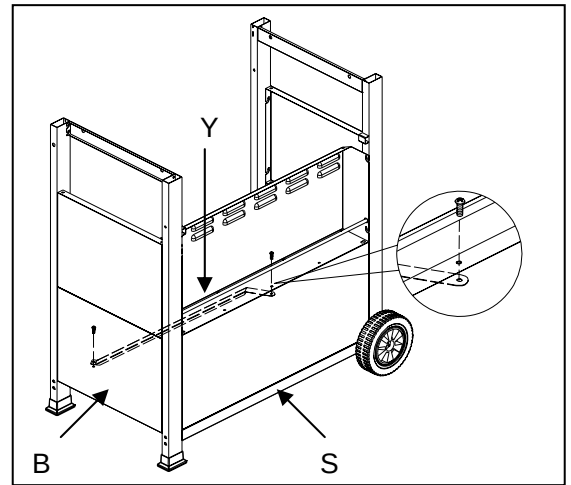

Fig. 11
Inserte el travesaño del carrito (R) en la pata trasera izquierda (G) y en la pata trasera derecha (J) alineando los agujeros. El travesaño del carrito (R) encajará en los agujeros como se ilustra en la Fig. 11.